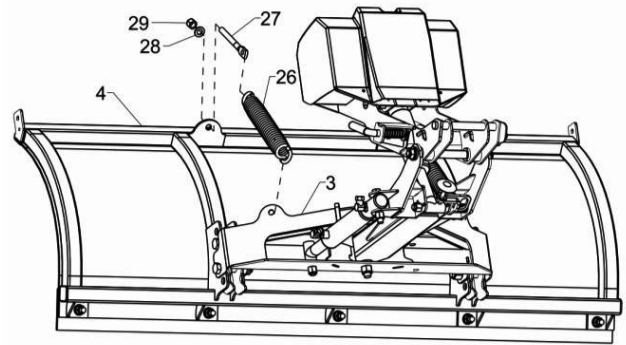

Abbildung 4. Montage der Zugfedern G10751
5. Führen Sie die Zugfedern (26) durch die Öffnungen an der Schubrahmenbefestigungsstange (3), wie in Abbildung 4 dargestellt.
6. Bringen Sie die 1/2"-13 x 5-1/4"-Schraube (27) um das lose Ende der Zugfedern (26) herum an.
7. Führen Sie das Gewindeende der Schraube (27) durch die Öffnung in den Federhalterungsbügeln auf der Rückseite der Schildbaugruppe (4). Sichern Sie jede Schraube (27) mit einer 1/2"-Unterlegscheibe (28) und einer selbstsichernden 1/2"-13-Mutter (29).
8. Ziehen Sie die selbstsichernden 1/2"-13-Muttern (29) an, bis die Spulen auf den Zugfedern (26) ungefähr 1/32" von einander entfernt sind.